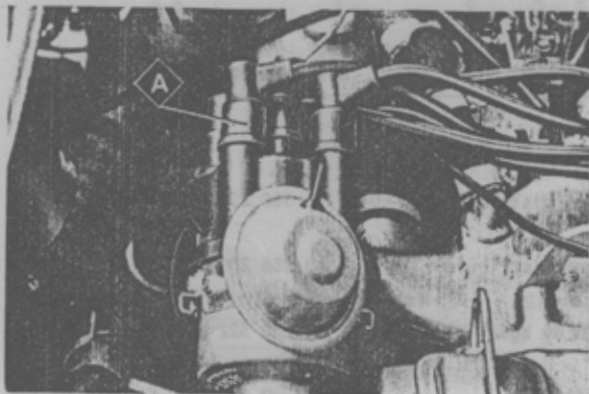

Fig. 1
- Pos. A Zündverteiler/Distributor/Distributeur/Distribuidor Fig. 1